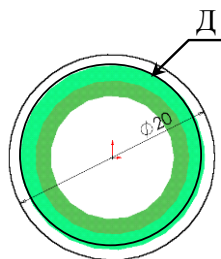

Рис. 2.10. Редактируемый эскиз
9. Вызвать значение диаметра 20 мм (рис. 2.10).